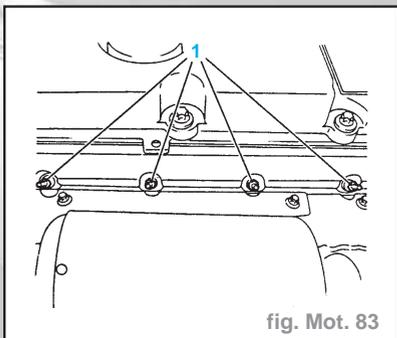

fig. Mot. 83
- Déposer les bougies de préchauffage (1) à l'aide de **KM-162** (fig. Mot. 83)